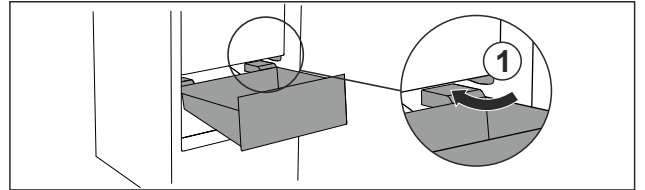

Fig. 102
- ▶ Vie vetolaatikko vinosti rajoittimen Fig. 102 (1) ohi.